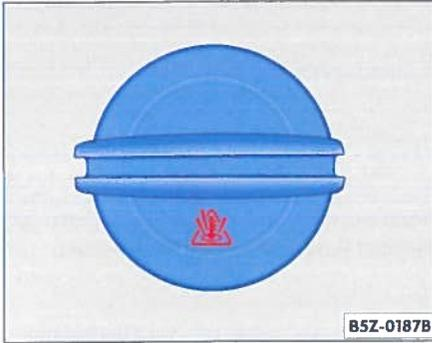

Abb. 94 Im Motorraum: Deckel des Kühlmittel-Ausgleichsbehälters
- Legen Sie als Verbrühungsschutz einen großen, dicken Lappen auf den Deckel des Kühlmittel-Ausgleichsbehälters ⇒ **Abb. 94** und schrauben Sie den Deckel vorsichtig ab ⇒ .